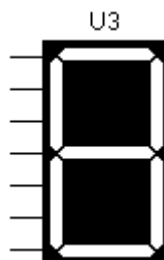

Рис. 5.63 – Семисегментный индикатор
5.7.10 Семисегментный индикатор (Animated Seven segment) (рис. 5.63)